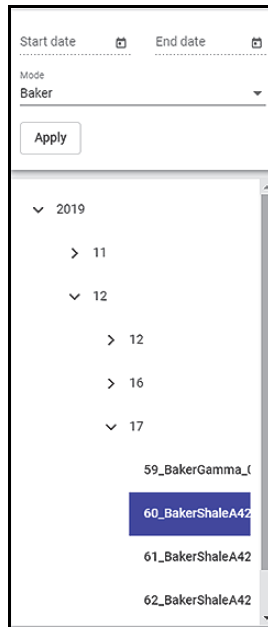

Abbildung 5-7 Ausgewähltes Ergebnis in der Liste
5. In der angezeigten Liste wählen Sie das gewünschte Datum und Ergebnis aus (Abbildung 5-7 auf Seite 78).